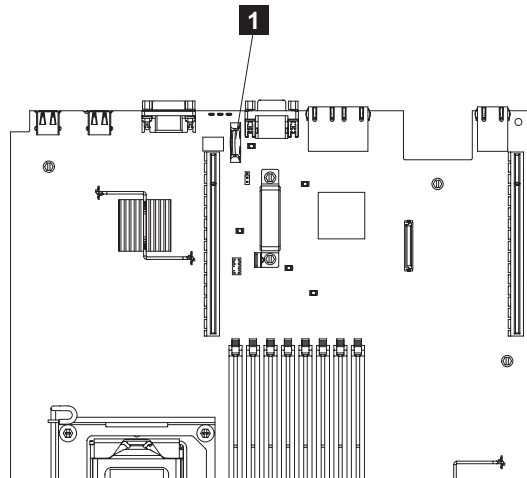

図 133. SAN ポリウム・コントローラー 2145-CF8 CMOS バッテリー・ホルダーの位置
7. システム・ボード上のバッテリー **1** を見つけます。174 ページの図 133 には、このバッテリーのロケーションを記載してあります。